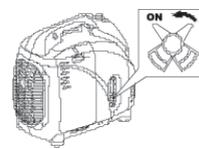

Рис. 15
**б)** Переведите топливный кран в положение «ON» (Рис.15).